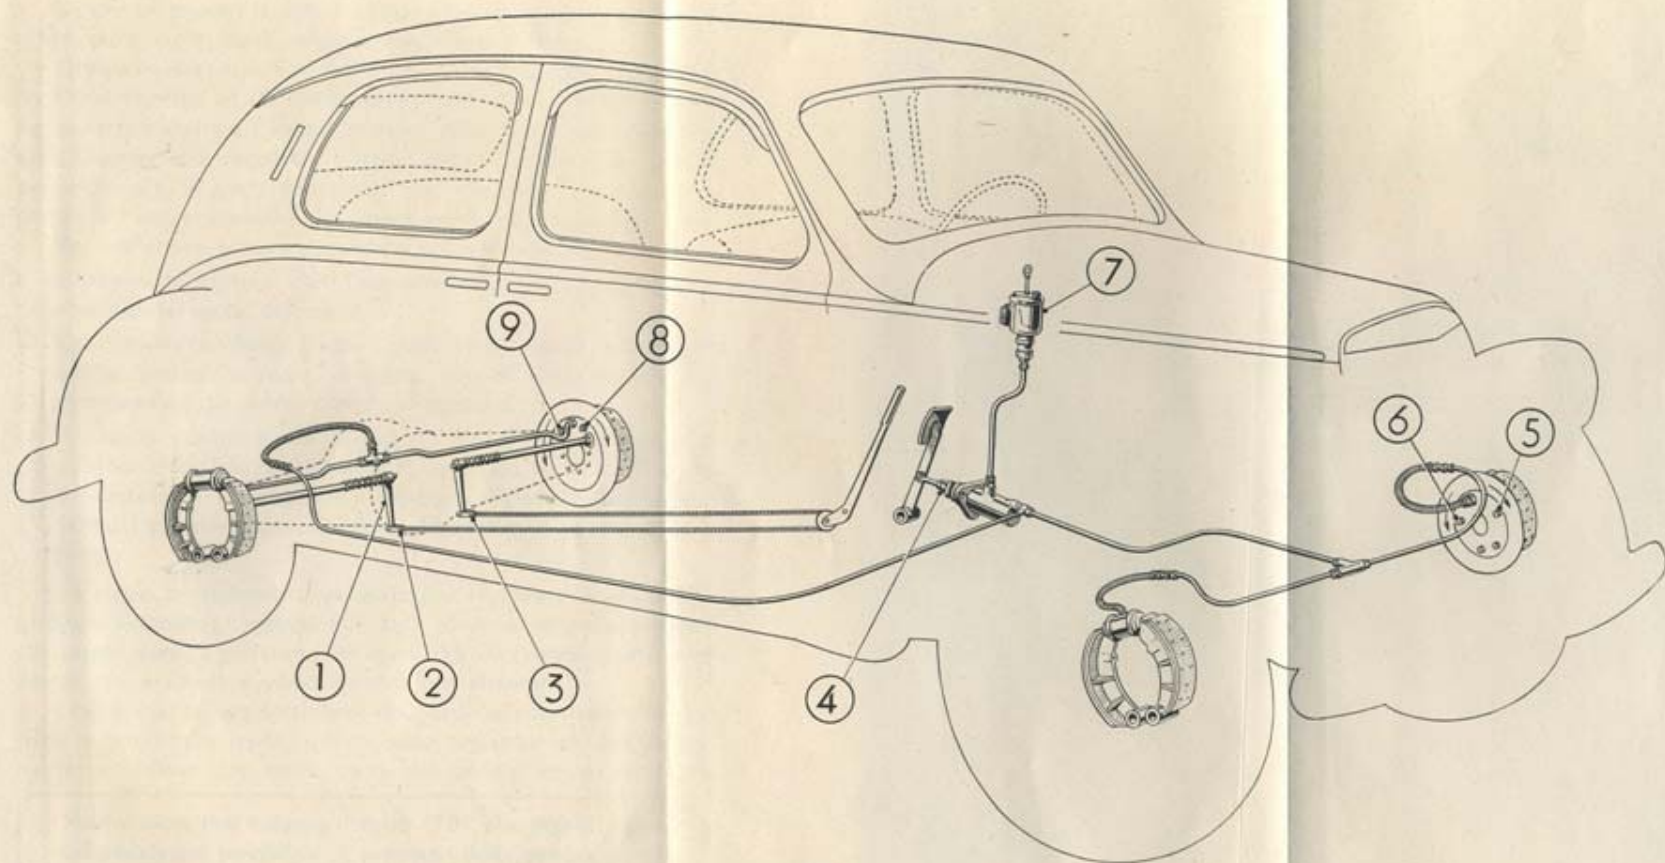

Fig. 29. - Schema dell'installazione dei freni.
Vedere schema dell'installazione dei freni a fig. 29.
In questo impianto il serbatoio alimentatore (7) (vedi fig. 29) è munito di un'asta centrale ad occhio, avente il compito di mantenere nell'impianto dei freni, a mezzo di apposita pompa interna al serbatoio, il liquido sotto pressione.